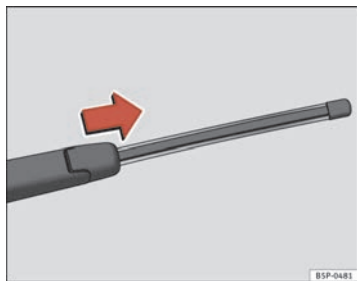

Fig. 149 Retrait du balai d'essuie-glace arrière
⇒ fig. 149.
- Faites glisser l'adaptateur du balai dans le sens de la flèche et retirez le balai ⇒ fig. 149.